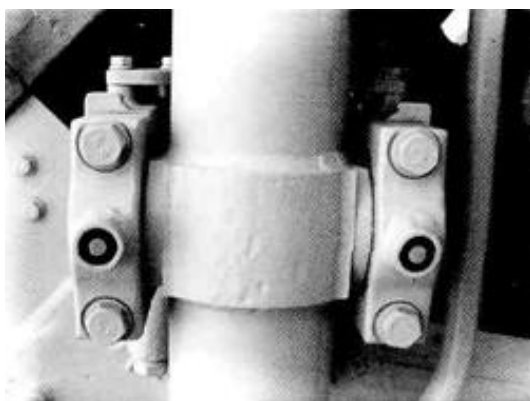

Рис. 6-10
7. Смазать опору цилиндров перекося (см. Рис. 6-10) 4 части